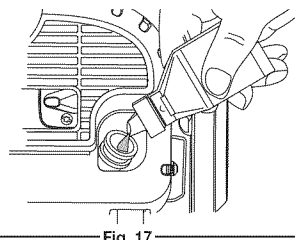

Fig. 17
- Vuelva a llenar el cárter con 2.03 onzas fluidas (60 ml) de aceite SAE 30 SF, SG, SH (Fig. 17).